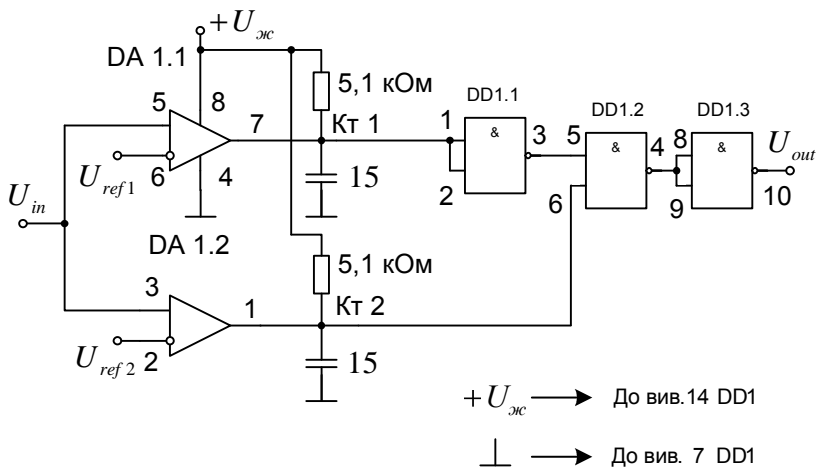

Рисунок 4.3 – Двопороговий селектор імпульсів з використанням компараторів напруг
3.2 Складіть схему двопорогового селектора імпульсів з використанням компараторів напруг (рисунок 4.3) та **не вмикаючи** живлення дайте перевірити її викладачу.